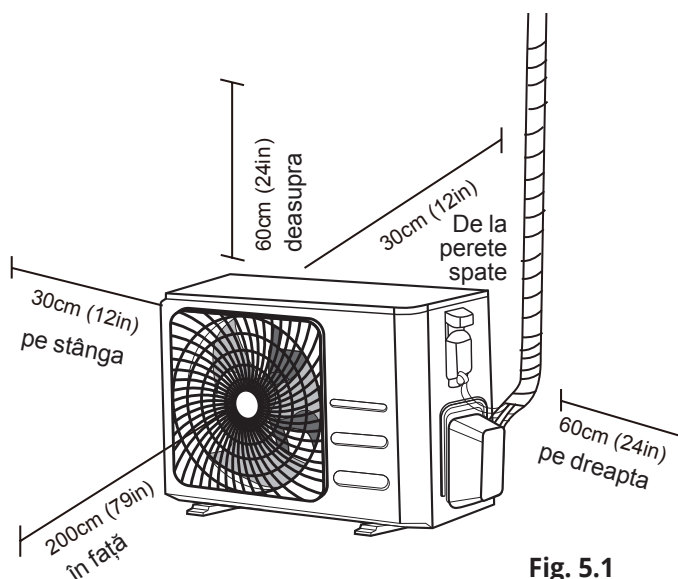

Fig. 5.1
- ☑ Întrunirea tuturor cerințelor speciale ce se pot vedea în Cerințele de spațiu ale instalării (Fig. 5.1)